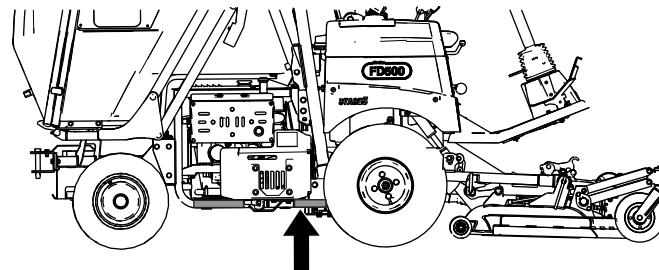

図 33
2. フレームチューブの下 図 33 と 図 34 の ROPS の真下位置またはできるだけ近い位置にジャッキをセットする。